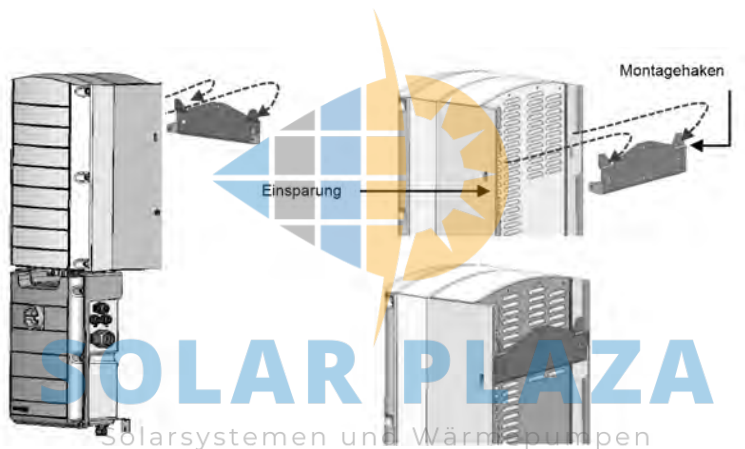

Abbildung 14: Hängende Einheiten
- Richten Sie die zwei Einkerbungen am Gehäuse mithilfe der zwei dreieckigen Montagehaken der Halterung aus und senken Sie das Gerät ab, bis es gleichmäßig in der Halterung sitzt (siehe *Abbildung 14*).
- Richten Sie die zwei Einkerbungen am Gehäuse mithilfe der zwei dreieckigen Montagehaken der Halterung aus und senken Sie das Gerät ab, bis es gleichmäßig in der Halterung sitzt (siehe Abbildung 14).